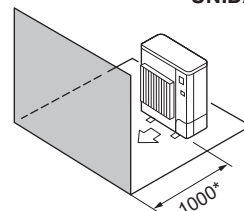

Fig. 2-10
- (4) Obstáculos apenas na parte da frente (Fig. 2-10)